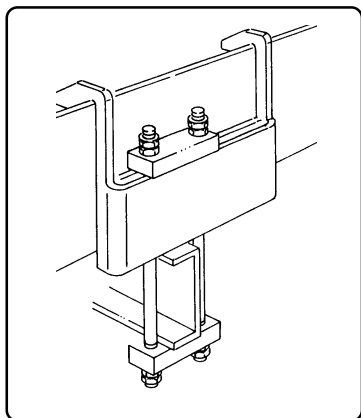

fig. 8.5.7
8.5.9 - Serraggio dei tiranti di ancoraggio (fig. 8.5.7)
8.5.9 - Tightness of the tie-rods holding down the crane (fig. 8.5.7)